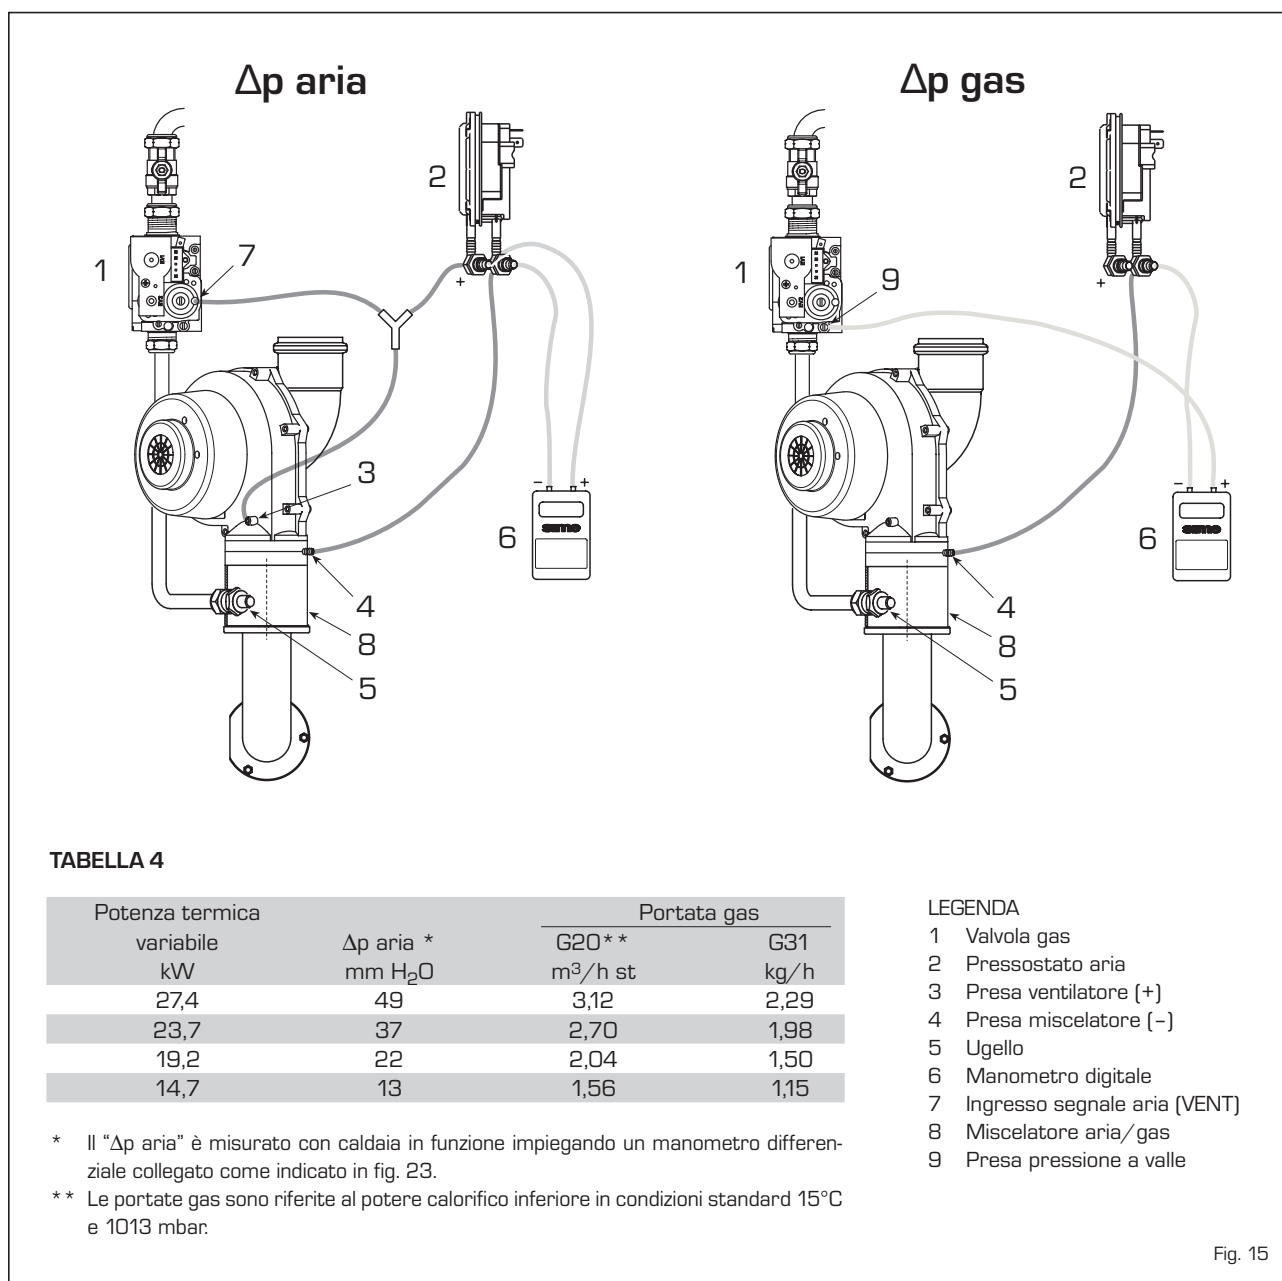

Fig. 15
- Sostituire l'ugello con relative guarnizioni (5 fig. 15) fornito nel kit.
E' possibile eseguire la taratura della valvola misurando il Δp GAS (fig. 15).
4.3 REGOLAZIONE POTENZA MASSIMA RISCALDAMENTO (fig. 15)